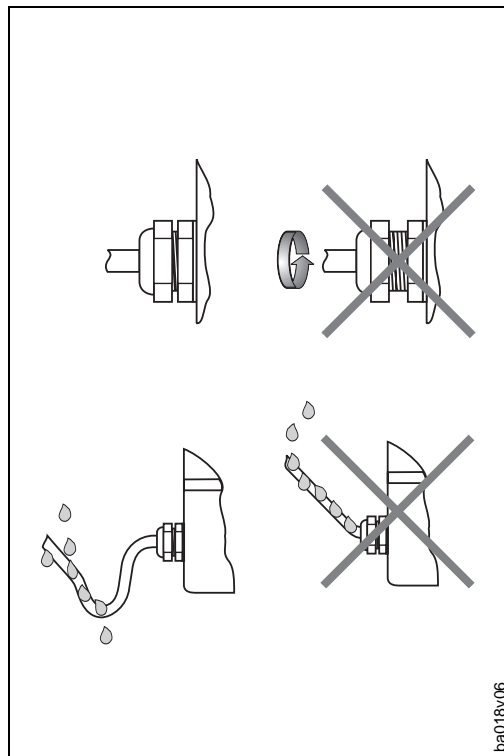

Abb. 5:
- Kabeleinführung fest anziehen (s. Abb. 5).
- Kabel vor der Kabeleinführung in einer Schlaufe verlegen. Auftretende Feuchtigkeit kann so nicht zur Einführung gelangen (s. Abb. 5).